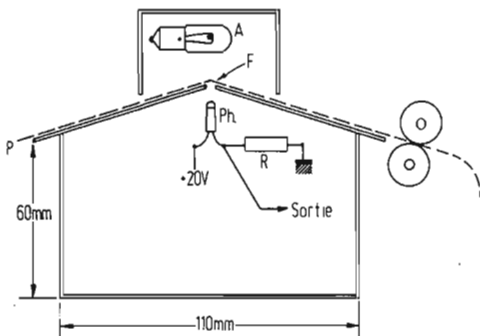

Fig. 18. - La bande de programmation comporte plusieurs pistes dont les informations (par tout ou rien) sont lues par autant de photodiodes.
Dans son principe, le lecteur de programme de la figure 18 est semblable à celui utilisé pour l'orgue à commande analogique, car le programme se trouve enregistré sur un papier calque (P) passant sur une fente (F) laquelle est disposée entre une source d'éclairage (A) et une série d'éléments photosensibles (Ph). Cependant, on a prévu, cette fois-ci, cinq photodiodes par voie (ou par voix). Elles travaillent par tout ou rien, de façon que les quatre premières permettent d'obtenir 16 notes (demi-tons) différents, alors que la cinquième sert à la commande du silence.
On a avantage à réaliser le « toit » du boîtier de la figure 18 en tôle assez épaisse (1 mm ou plus) et à limer les bords de la fente en biseau, de façon à obtenir une sorte de logement pour les « têtes » des photodiodes. La largeur de la fente devra être de 0,5 mm environ. On peut la rendre ajustable, car cela permet une correction en cas d'utilisation de photodiodes de bas prix (et de tolérances élevées).